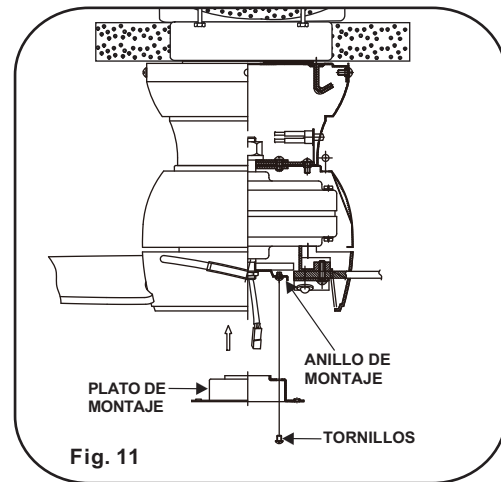

Fig. 11
Paso 2. Coloque los agujeros del plato de montaje en los 2 tornillos previamente aflojados del anillo de montaje, gire el plato de montaje hasta que quede fijo en su lugar en la parte angosta de los agujeros. Asegurela apretando los 2 tornillos aflojados y tambien el que quito anteriormente. (Fig. 11)